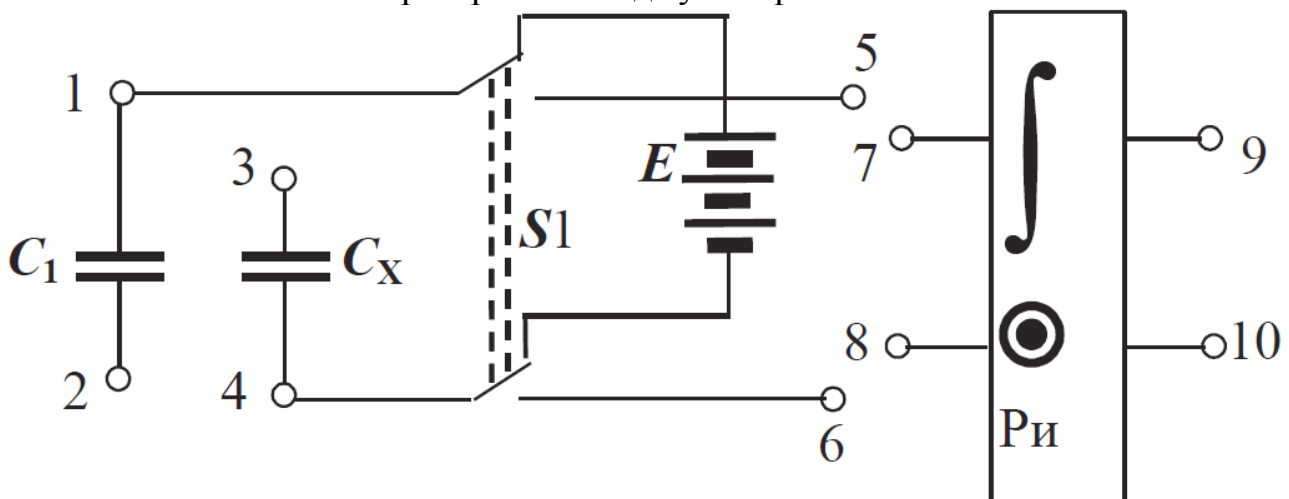

Рисунок 2 – Схема экспериментальной установки
2. Подготовьте схему для измерения емкости неизвестного конденсатора  $C_x$ , для чего гибкими перемычками попарно соедините клеммы 1 и 3, 5 и 7, 6 и 8, а выходные клеммы интегратора 9 и 10 соедините с входом вольтметра (рисунок 2).
8. После этого клеммы 1 и 3 размыкаются, а клеммы 2 и 4 замыкаются (рисунок 2). При этом вместо неизвестного конденсатора в цепь включается конденсатор с известной емкостью  $C_1$ . С ним проводят пять измерений, согласно вышеописанному порядку. Результаты также записываются в таблицу 1.